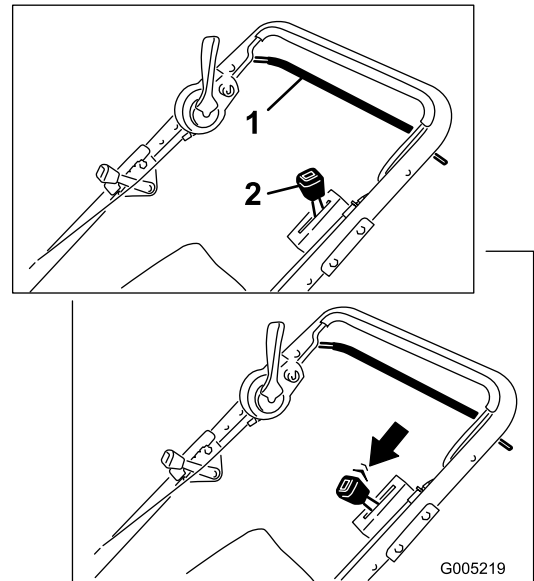

Bild 14
1. Lassen Sie den Fahrantriebsbügel los (Bild 14).